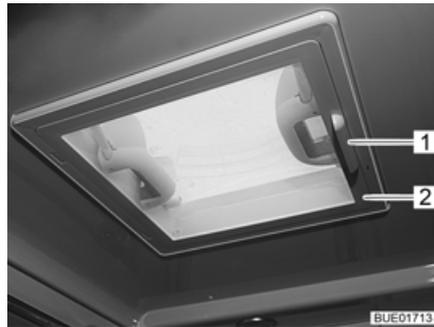

Fig. 111 Claraboya con cierre de resorte
- Girar hacia abajo la protección contra insectos (Fig. 111,2) por el tirador (Fig. 111,1).